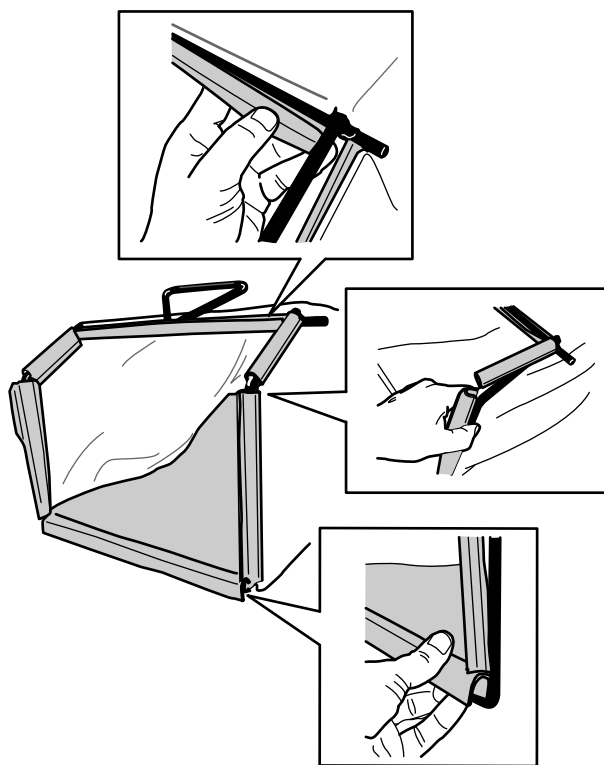

Figure 10
2. Accrochez la glissière inférieure du bac au bas de l'armature (Figure 10).
3. Accrochez les glissières supérieur et latérales du bac au sommet et sur les côtés de l'armature respectivement (Figure 10).